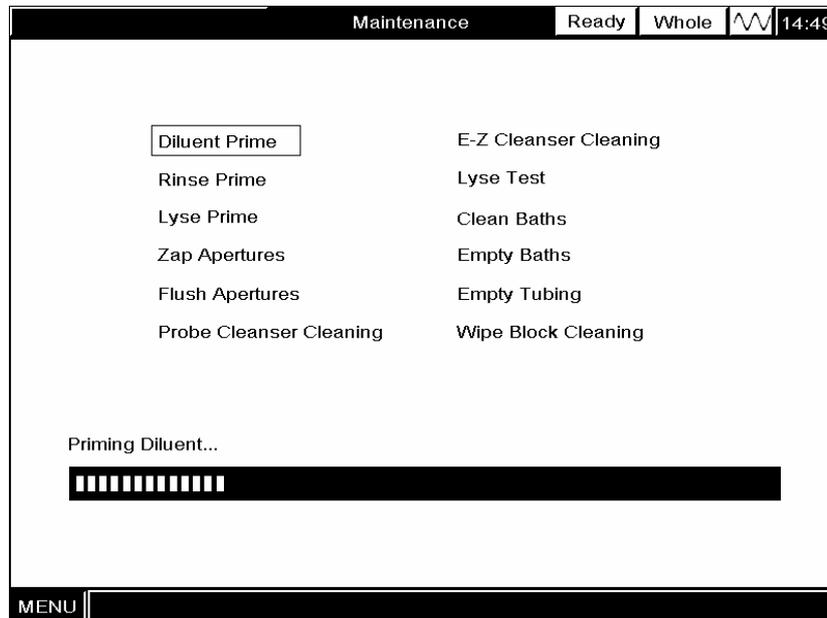

Abbildung 10-3 “Verdünnungslösung laden”-Anzeige
**WÄHLEN** Sie in der “Wartung”-Anzeige “Verdünnungslösung laden” **AUS**, um die Schläuche mit Verdünnungslösung zu beladen. Der Fortschritt des Beladungsvorgangs wird am unteren Rand der Anzeige wiedergegeben, wie in Abbildung 10-3 dargestellt. Sobald der Beladungsvorgang beendet ist, erscheint auf dem Bildschirm die Anzeige “Verdünnungslösung laden Ende”.